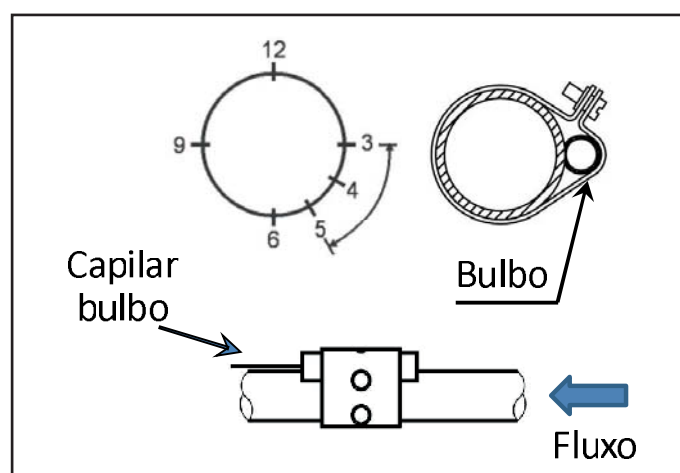

Figura 19e
3. O bulbo deve ser firmemente preso na posição entre 3 horas e 5 horas, com o bulbo em sentido de contrafluxo (ver Figura 19e abaixo), utilizando a cinta metálica enviada junto do equipamento. Após a fixação o bulbo DEVE ser isolado para não haver interferência da temperatura do ar em seu entorno.